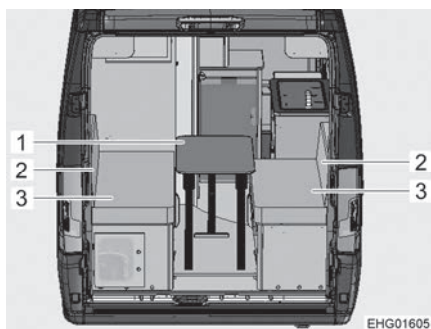

Bild 83 Före ombyggnaden
- Fäll ihop fällbordet (Bild 83,1) och ställ undan det eller skjut in det i förvaringsfacket under avsatsen.
- Ta bort de två ryggdynorna (Bild 83,2). Ryggdynorna består av 2 delar (en dyna och en kil). Dynan används för ombyggnaden till en säng, kilen kan användas för att höja upp huvudändan om det behövs.
- Ta bort de två sittdynorna (Bild 83,3).